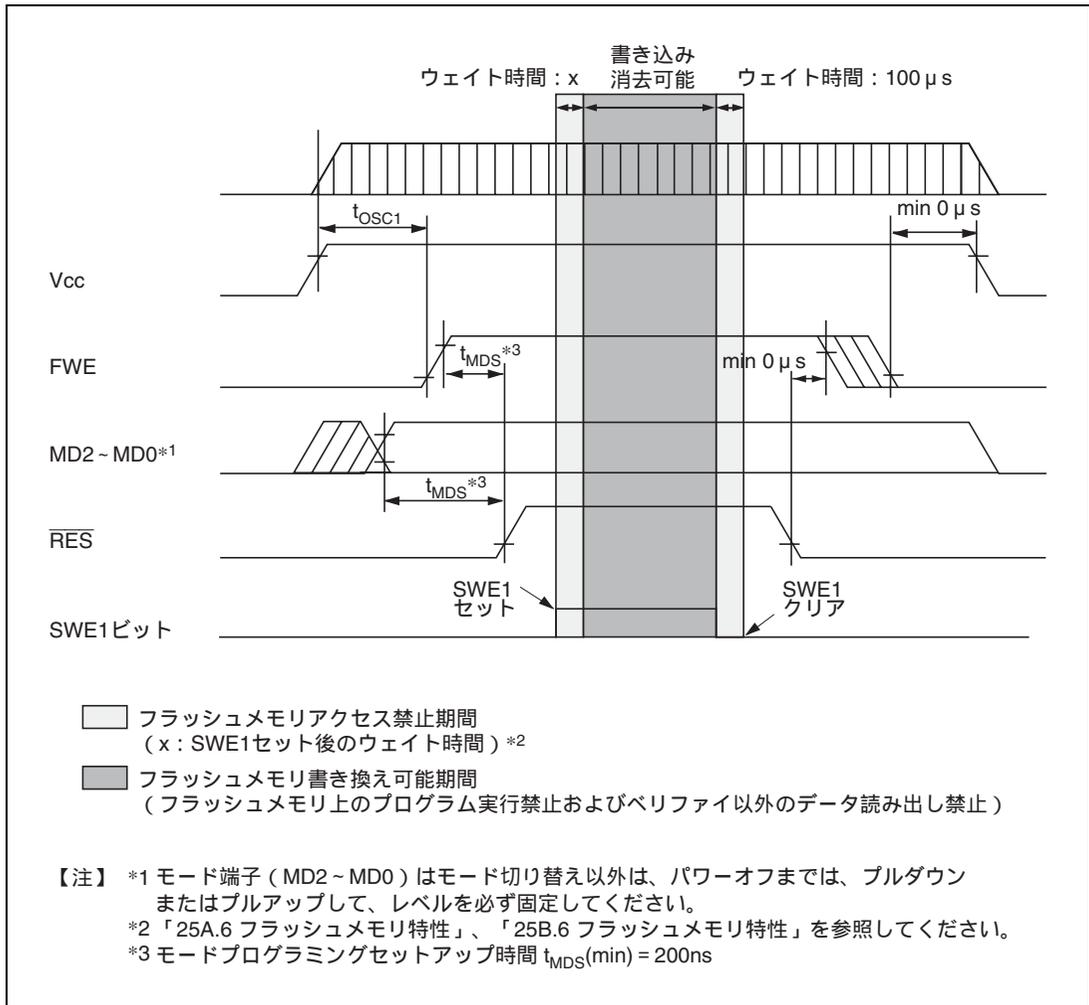
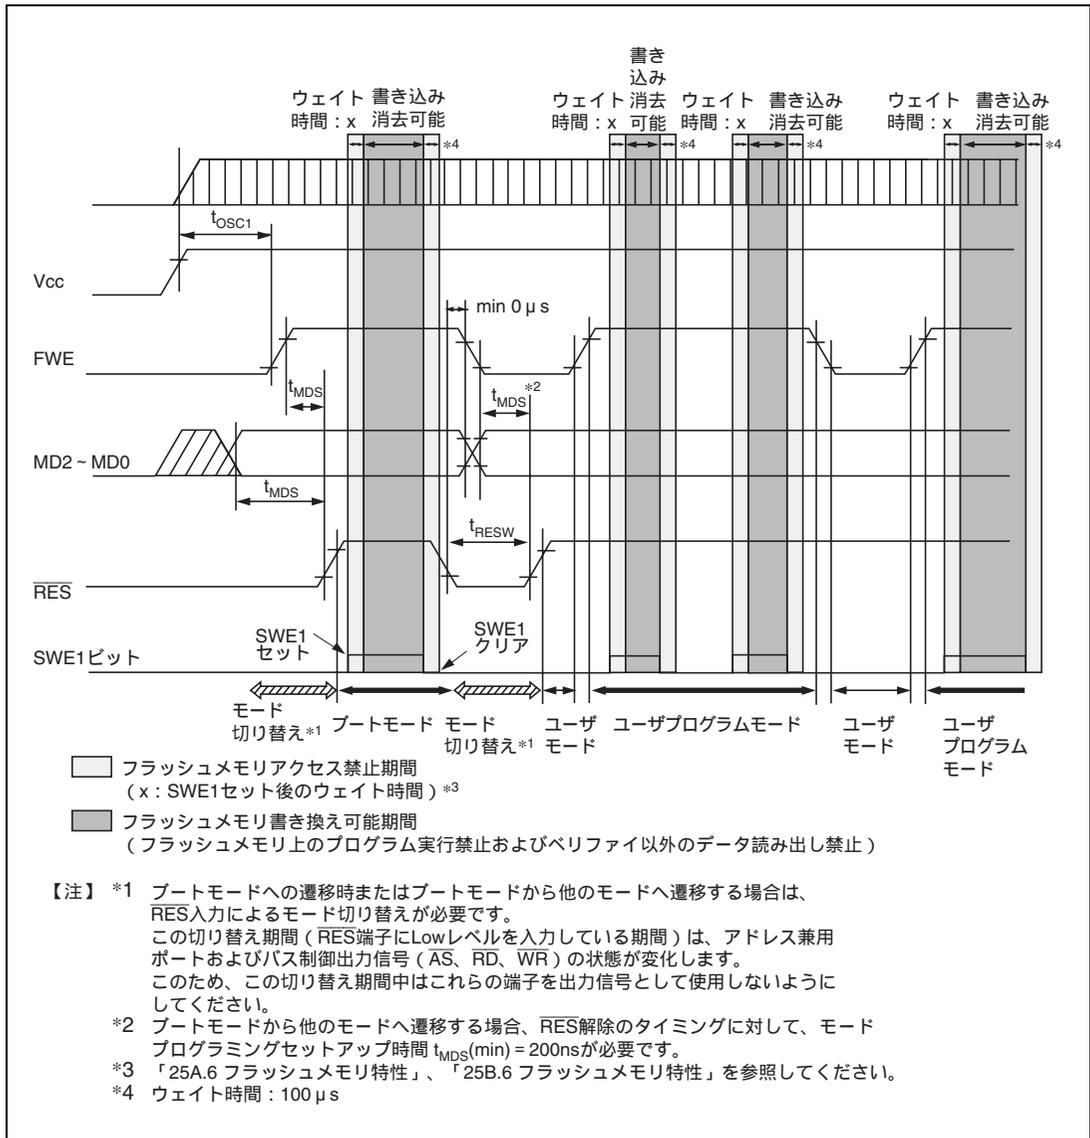

図 22.19 電源投入/切断タイミング (ブートモード)
図 22.21 モード遷移タイミング (例: ブートモード ユーザプログラムモード)
（2）電源投入 / 切断時の注意（図 22.19 ~ 図 22.21 参照）
(3) FWE の印加 / 解除の注意 (図 22.19 ~ 図 22.21 参照)